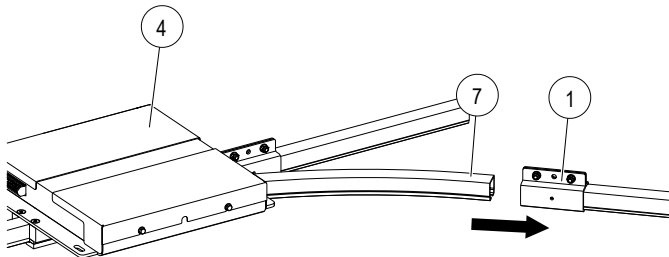
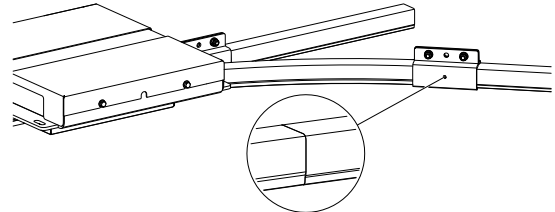

Abb. 21: C-Schienenbogen in den C-Schienenverbinder schieben
Abb. 22: Position des Schienenstoßes prüfen
- Den C-Schienenbogen (Pos. 7) der Schiebeweiche (Pos. 4) bis zur Hälfte in den C-Schienenverbinder (Pos. 1) schieben (siehe Abb. 21). Durch das Sichtfenster (Pos. 5) kann kontrolliert werden, ob der Schienenstoß mittig sitzt (siehe Abb. 22).